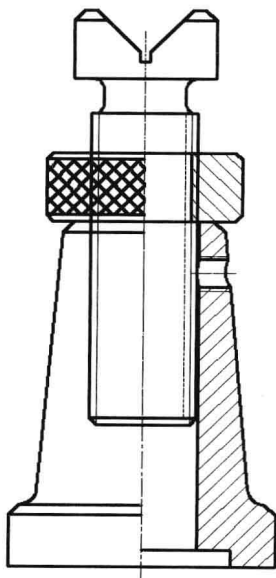

图 6-6-4
(5) 用同样方法, 插入“螺杆零件图.dwg”图形, 单击“移动”按钮, 将螺杆移至螺母上端, 如图6-6-4所示。